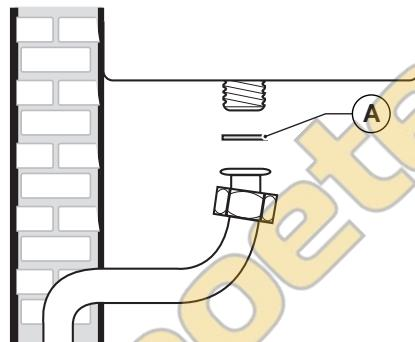

Рис. 16 Подключение к газовой сети
ОБЯЗАТЕЛЬНО, при подключении котла к линии подачи ГАЗА использовать накидную гайку (A) с применением прокладки в стыковой полости (смотри Рис. 16 Подключение к газовой сети).